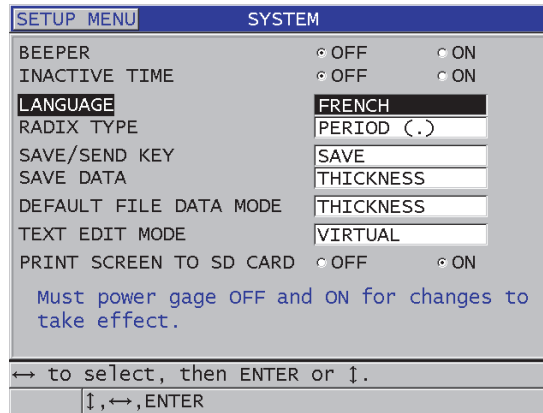

Figura 4-1 Selección del idioma de la interfaz del usuario
3. En la pantalla **SISTEMA** (ver Figura 4-1 en la página 70):
- a) Determine el **ZUMBADOR** (BEEPER) a **ACTIVADO** (ON) o **APAGADO** (OFF).
- b) Determine el parámetro **TIEMPO INACTIVO** (INACTIVE TIME) a **ACTIVADO** (ON) o **APAGADO** (OFF).